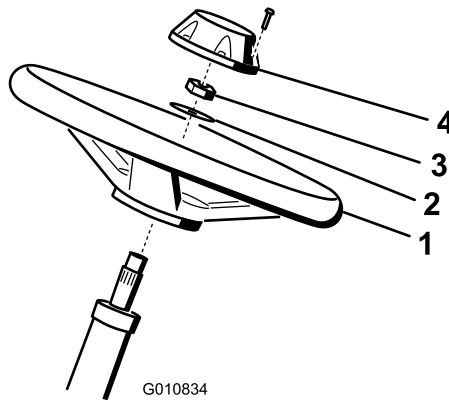

Bild 6
1. Tragen Sie Gleitmittel auf die Lenkrolle auf (in Bild 6 dargestellt).
2. Montieren Sie das Lenkrad mit der Scheibe und der Sicherungsmutter an der Lenkrolle (Bild 6).
4. Installieren Sie die Kappe am Lenkrad (Bild 6).